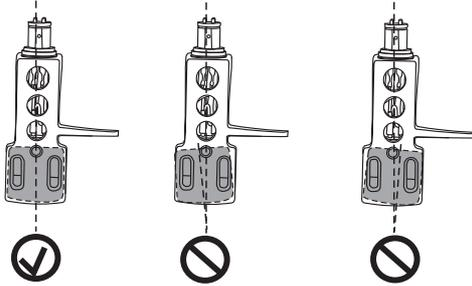

Abb. 10 Einstellen des Azimut
5. Für ein optimales Abtasten sollte der Überhang – der Abstand zwischen Nadel und der Achse des Plattentellers – auf 15 mm eingestellt sein. Vergewissern Sie sich, dass das System mittig sitzt (korrekter Azimut) und die Schrauben angezogen sind (Abb. 10).